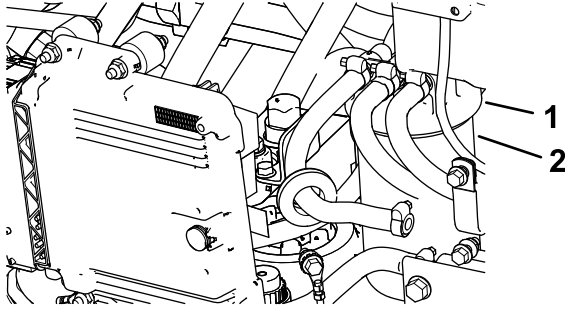

Figura 99
1. Limpie la zona alrededor de la cabeza del filtro de combustible (Figura 99).
2. Retire el filtro y limpie la superficie de montaje del cabezal del filtro (Figura 99).